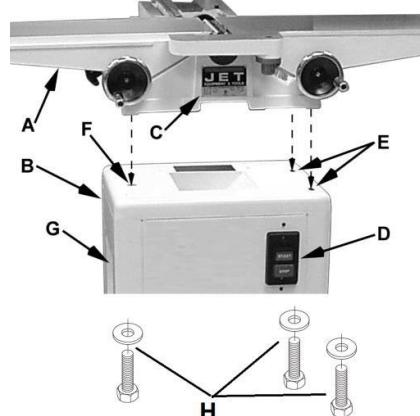

Рис. 2
Установите станок на стенд так, чтобы шкивы располагались на одной стороне, и прикрутите его с помощью поставляемых в комплекте трех специальных болтов и контратайб. Закручивать болты следует снизу (См. Рис. 2).
Как показано на рис.2:
3. Прикрепите стенд к фуговальному узлу с помощью двух болтов M10x16 и контратайб (H, рис.2). На данном этапе затяните их только вручную.
4. Выровняйте третье отверстие в стендсе (F) с отверстием в фуговальном узле, контролируя его положение через вытяжной штуцер (G).
5. Установите третий болт M10x16 и контратайб через вытяжной штуцер (G), чтобы закрепить узел на стендсе.
6. Затяните все три болта H (рис. 2) с помощью 14-мм ключа.